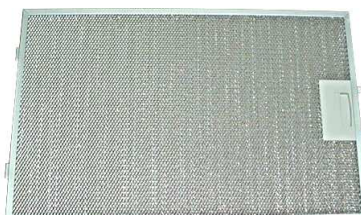

Abb. 9
- ✦ Clipsen Sie die Aluminiumfettfilter raus (Abb. 9)
- ✦ Clipsen Sie den Aluminiumfettfilter wieder rein (Abb. 9).
Den Aluminiumfettfilter (Abb. 9) sollten Sie in Abhängigkeit des Gebrauchs mindestens einmal im Monat im Geschirrspüler oder per Hand mit Fettlösemitteln waschen.